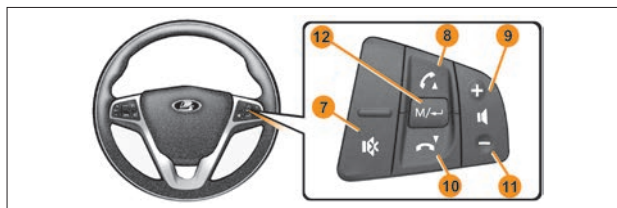

Рис. 2. Блок управления мультимедийной системой
– выключатель «**M/←**» – выбор источника (радио/USB/SD), (рис. 2, п. 12);